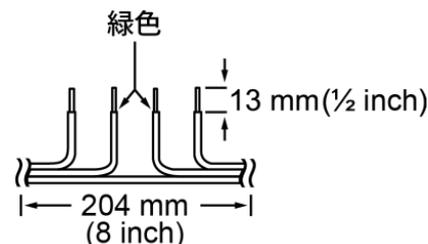

図 9. ヒーター側コードのワイヤーを分離する
3. **ヒーター側コード**の分離位置で、**緑色のワイヤー**と電源リード線 1 本を切り出します (これによって、この位置にコード端が 4 本現れます)。さらに、それぞれのコード端を 102 mm (4 inch) 程度元のコードから分離して、ビニール被覆部分を約 13 mm (½ inch) 取り除きます (図 9)。